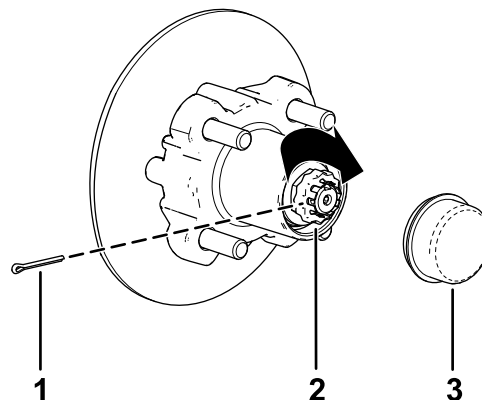

Figura 35
8. Montate il fermo sul dado e controllate l'allineamento della scanalatura sul fermo con il foro del mandrino per la coppiglia (Figura 35).
9. Montate la coppiglia e piegate ciascuna asticella attorno al fermo (Figura 35).
10. Montate il coperchietto antipolvere sul mozzo (Figura 35).